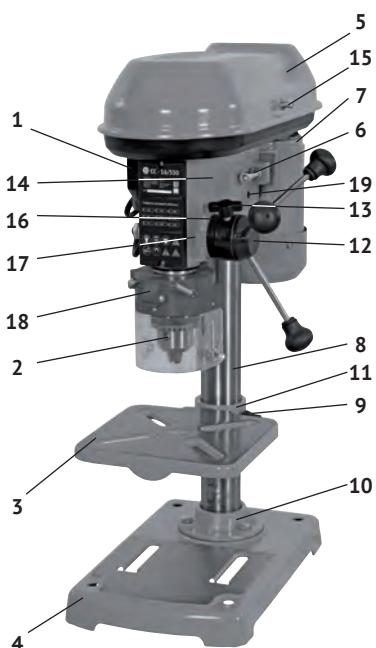

рис. 1
1.6 Общий вид и устройство станка схематично представлены на рис.1
1.7 На массивное чугунное основание станка (рис.1 поз.4) крепится металлическая колонна (рис.1 поз.8) с фланцем (рис.1 поз.10). На колонне хомутом (рис.1 поз.11) крепится рабочий стол (рис.1 поз.3). Стол, при помощи хомута, имеет возможность перемещаться вдоль колонны по вертикали и крепиться под углом (до 45° вправо или влево) к горизонтальной плоскости.
К верхней части колонны фиксируется 2-я винтами (рис.1 поз.19) суппорт станка (рис.1 поз.14), на котором расположены органы управления (выключатель и ворот зубчатый вертикального перемещения шпинделя) и регулировки (платформа двигателя с механизмом натяжения ремня и ворот зубчатый с кольцом установки глубины сверления).
Подача патрона со сверлом к заготовке осуществляется поворотом ворота зубчатого (рис.1 поз.12) рукоятками с набалдашниками. В исходное положение шпиндель с патроном перемещаются за счёт возвратной пружины.
1.8 Выключатель – магнитный пускател (рис.1 поз.1) расположен на левой плоскости суппорта. Он имеет две кнопки: зелёная с символом «I» - включение двигателя и красная с символом «0» - выключение двигателя.
На верхнюю часть колонны установить суппорт (рис.1 поз.14) и зафиксировать двумя винтами (рис.1 поз.19). В головку ворота зубчатого (рис.1 поз.12) ввернуть три рукоятки с набалдашниками (рис.3 поз.2).